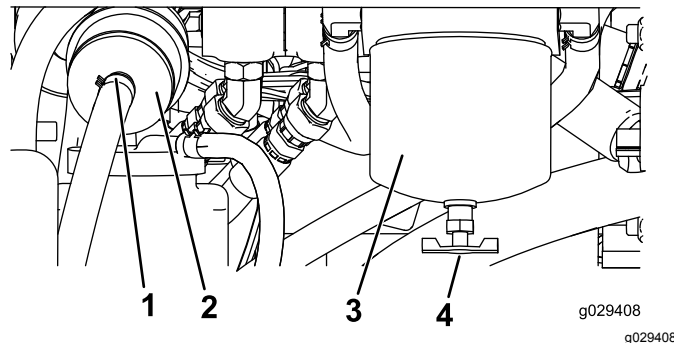

Figure 51
1. Localisez le filtre à carburant situé à l'arrière du moteur (Figure 51) et placez un récipient propre dessous.
1. Localisez les filtres à carburant situés sur le côté droit du moteur (Figure 51) et placez un récipient dessous.
2. Nettoyez la surface autour des supports de la cartouche du filtre (Figure 51).
3. Déposez la cartouche et nettoyez la surface de montage (Figure 51).
5. Installez la cartouche à la main jusqu'à ce que le joint rejoigne la surface de montage. Serrez ensuite la cartouche d'un demi tour supplémentaire (Figure 51).
6. Localisez le filtre en ligne derrière la cartouche du filtre à carburant (Figure 51) et notez le sens de la flèche sur le côté du filtre en ligne.
7. Ouvrez les colliers à chaque extrémité du filtre en ligne et débranchez les flexibles (Figure 51). Mettez le filtre au rebut.
8. Branchez les flexibles au bout d'un filtre neuf (Figure 51) en veillant à orienter la flèche qui se trouve sur le filtre dans le même sens que sur l'ancien filtre.